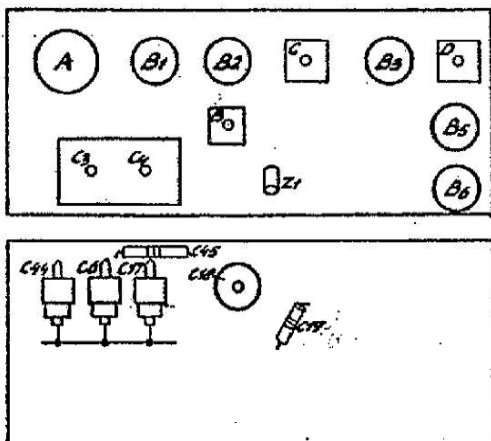

Fig. 10
De M.F. bandfilters zijn reeds op de fabriek op de juiste M.F. ingesteld. (452 kHz) Door de klemveer (fig. 14 pos. 23) naar buiten te draaien kan het ontvanggedeelte uit de metalen mantel worden verwijderd, waarna alle trimmers zijn te bereiken. De opstelling van buizen en trimmers is aangegeven in fig. 10. Op beide golfgebieden ligt de oscillator frequentie hoger dan de afstemfrequentie.